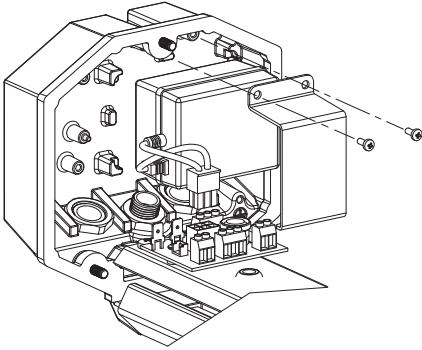

Fig. 7
2. Das Netzteil an der vorgesehenen Aufnahme Stelle auf der rückwärtigen Abdeckplatte des Gehäuses (Fig. 7 - 8) unterbringen.
3. Das Netzteil wird mit der zugehörigen Halterung und den beiliegenden Schrauben an der Gehäuseplatte fixiert (Fig. 7 - 8).
Netzteil 115/230V AC (Fig. 7)